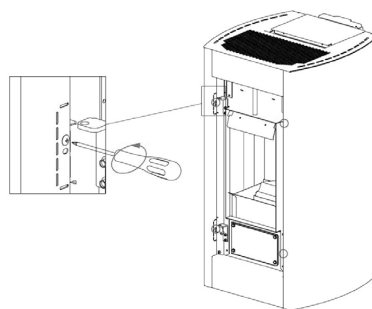
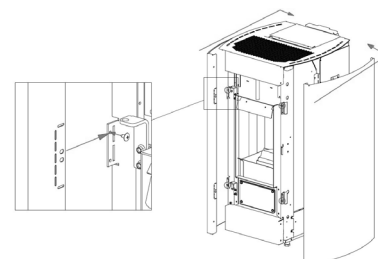

Fig. 57 - Afmontering af skruer
Fig. 58 - Afmontering af sider
- Skru de 4 forreste skruer af og afmonter siderne (se **Fig. 57** og **Fig. 58**).